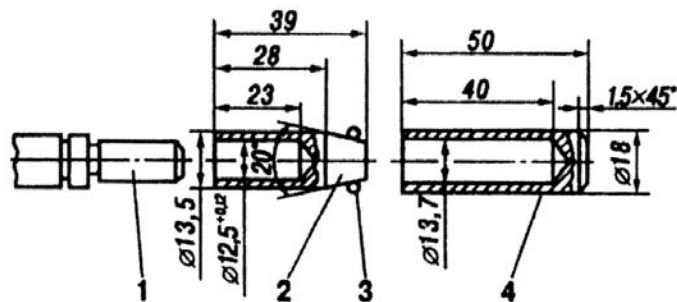

Рис. 8.1.18. Приспособление для надевания пружинного кольца: 1 - вал якоря; 2 - направляющая втулка; 3 – пружинное кольцо; 4 - толкатель
- если пружинное кольцо 30 (см. рис. 8.1.13) якоря деформировано, его надо заменить новым или выправить; для надевания кольца следует использовать приспособление, показанное на рис. 8.1.18;